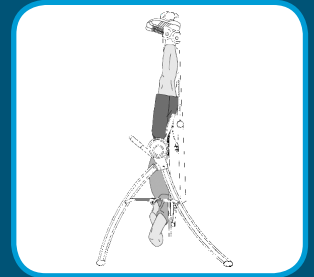

Figura 9
- Presione el botón de ajuste de rotación en dirección en su cabeza (Figura 9) y rote completamente hacia abajo hasta que la tabla se detenga contra la barra cruzada. Deje que su espalda se relaje y cuelgue libremente de la tabla. Tendrá libertad de movimiento para hacer estiramientos y ejercicios.